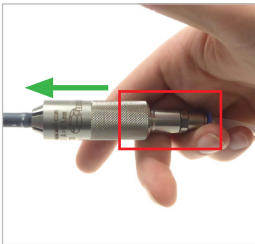

Abbildung 9
- Halten Sie den Adapter am Unterteil (Pos. 2) und an der Betriebsmedienzuleitung mit einer Hand fest (siehe rot umrandeter Bereich) und drücken Sie gegen den Prüfling (grüner Pfeil, *Abbildung 9*).